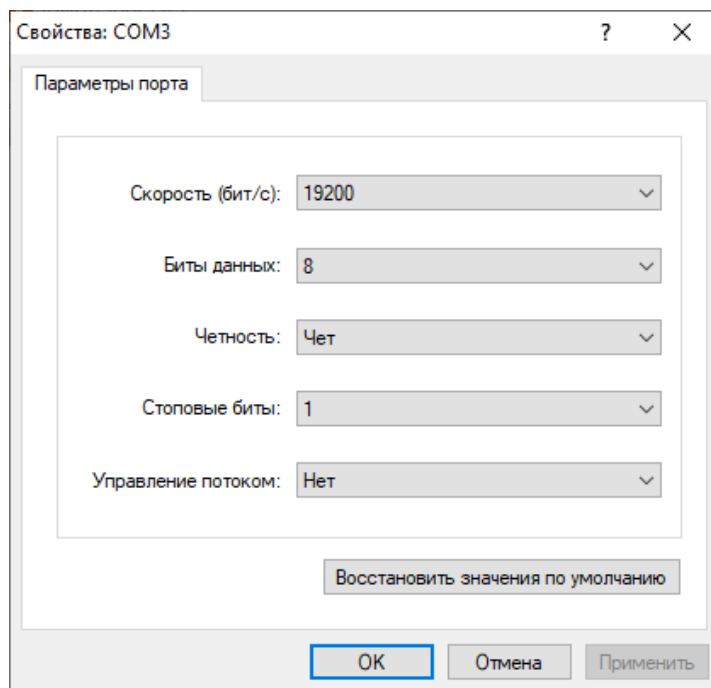

Рисунок 7 – Меню настроек параметров порта
- 3) В появившемся меню (рисунок 7) задать параметры, либо установить значения по умолчанию.